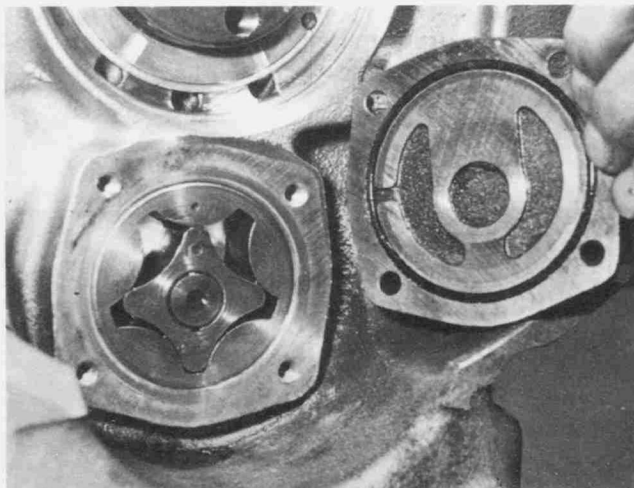

Bild 219
- Den O-Ring im Ölpumpen-Abschlussdeckel kontrollieren. Ist er verzogen oder beschädigt, muss er ersetzt werden. Ölringnut reinigen und O-Ring fest einsetzen (Bild 219).